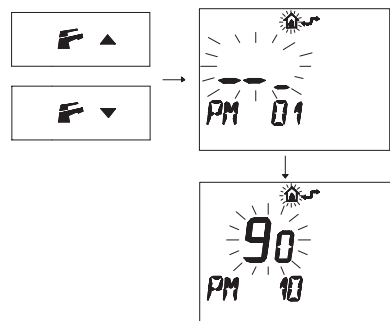

Figura 5.44
- Pulse los botones **F**▲ o **F**▼ para visualizar la programación "**PM10**" selección de la frecuencia de encendido (Figura 5.44).
En la Figura 5.44 se muestra un punto de consigna programado de **90** equivalente a un tiempo de reencendido de aproximadamente 3 minutos. El rango de regulación va desde 0 a 8 minutos y